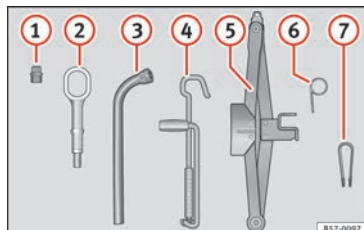

Fig. 68 Nel bagagliaio, sotto la copertura del piano di carico: attrezzi di bordo.
- Collocare la pinza di plastica (attrezzo di bordo » » **fig. 68** ⑦) sul cappuccio finché non si aggancia » » **fig. 69**.